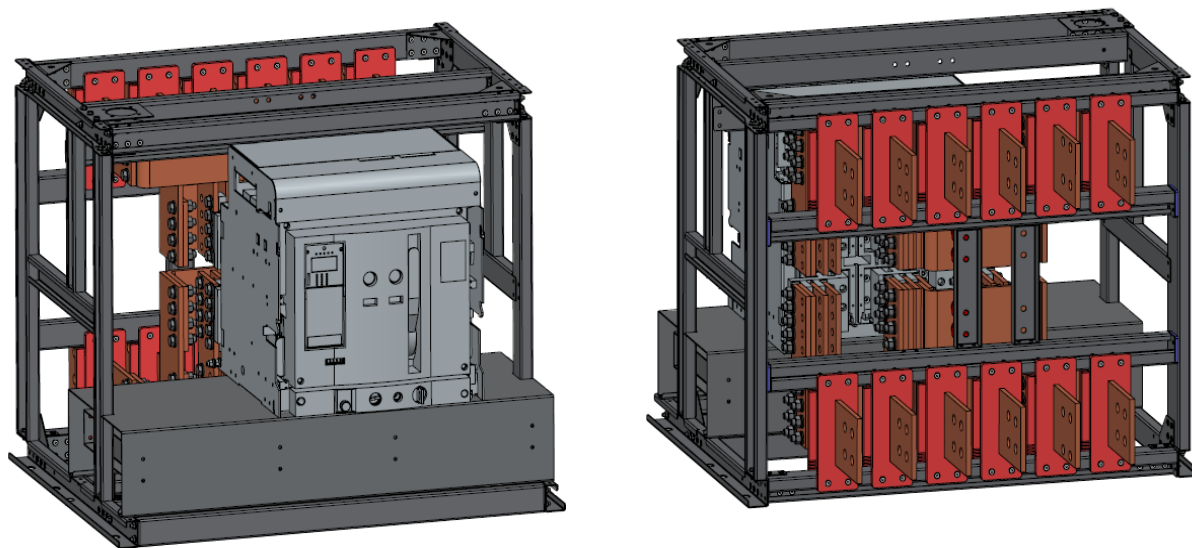

Рисунок 1 – Основные элементы БЗАВ
3.1 БЗАВ (рисунок 1) представляет собой монтажное основание, на котором установлен новый АВ с контактными выводами-адаптерами. Монтажное основание обеспечивает сопряжение с крепежными отверстиями заменяемого автоматического выключателя. Контактные выводы-адаптеры обеспечивают точное сопряжение выводов нового автоматического выключателя с шинами для подключения заменяемого АВ в НКУ.